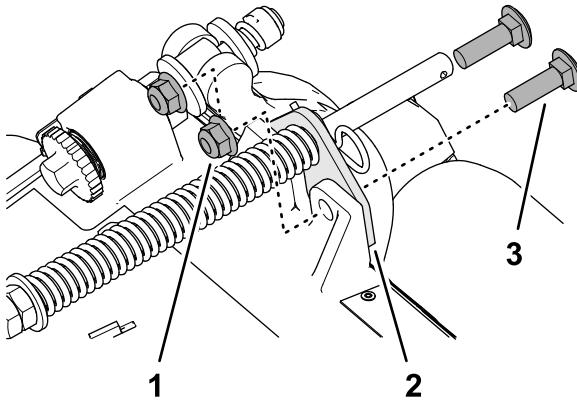

Bild 13
2. Entfernen Sie die beiden Sicherungsbundmuttern (3/8") und die beiden Schlossschrauben (3/8" x 1 1/4"), mit denen die Halterung des Rasenkompensierung am Rahmen des Mähwerks befestigt ist (Bild 13).